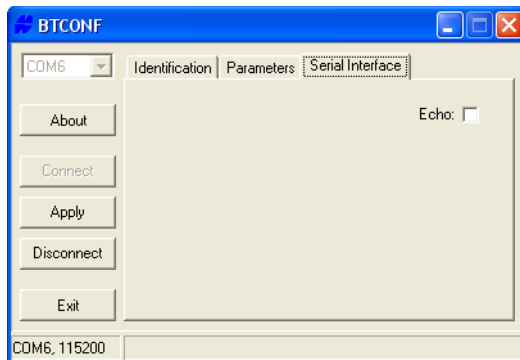

Figura 2-24. Pestaña de la Interfaz Serial de BTCONF
8. Haga clic en la pestaña **Serial Interface** (Figura 2-24). Habilite Echo para mostrar las respuestas del módulo Bluetooth y los comandos correspondientes en el terminal de la computadora. En caso de ser necesario, haga clic en **Apply**.